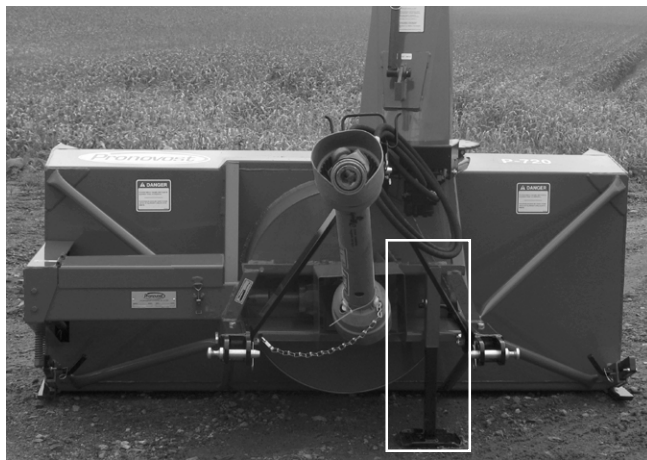

Figure 27
- 6) Après avoir installé la souffleuse sur le tracteur, relever la béquille de soutien (Fig. 27).